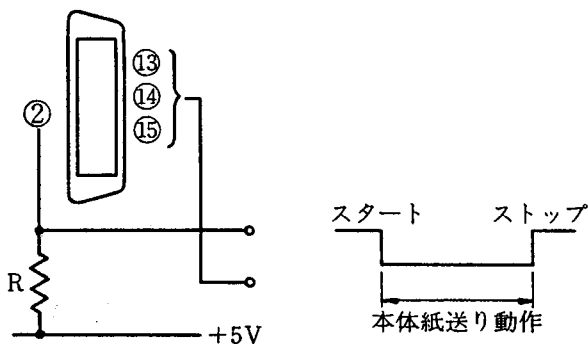

図7-8
- ◎ 波形を観測される時は図7-8のような回路を付加して下さい。